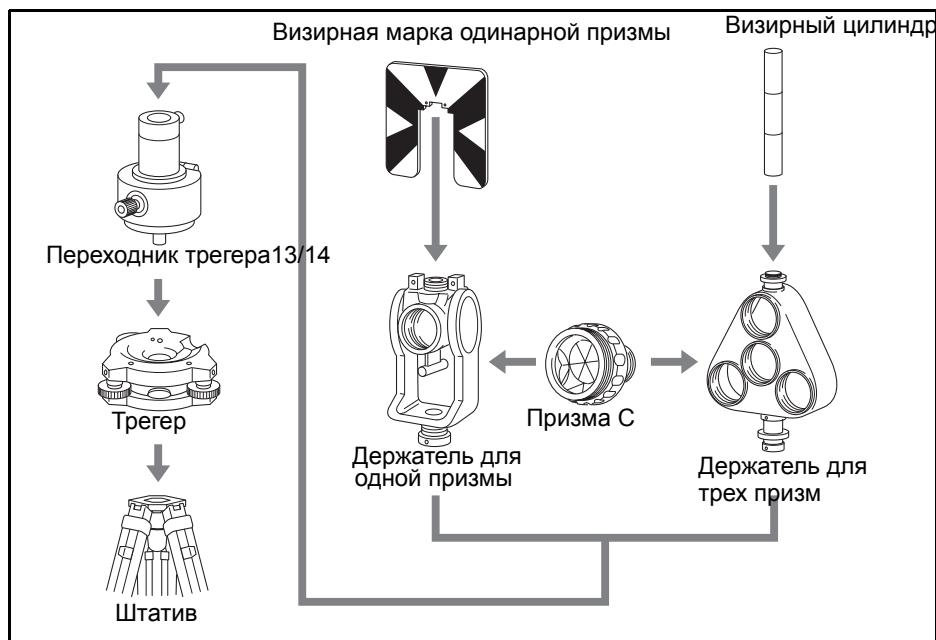

Рисунок 2.1 Сборка призменного отражателя
- Соберите призменный отражатель как показано ниже, см. Рисунок 2.1.